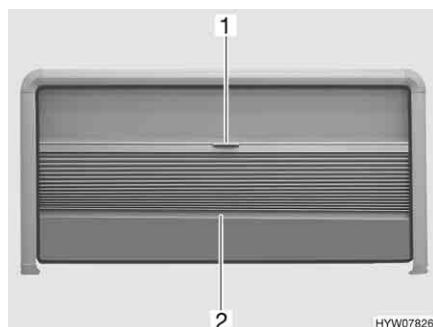

Fig. 31 Finestra apribile
- Chiusura:* ■ Afferrare la tendina oscurante pieghevole al centro dell'asta di chiusura (Fig. 31,2) e tirare delicatamente verso il basso.
- Apertura:* ■ Tenere la parte centrale dell'asta di chiusura (Fig. 31,2) della tendina oscurante pieghevole e spingere quest'ultima verso l'alto con cautela.
- Chiusura:* ■ Tirare la zanzariera a rullo verso il basso utilizzando la maniglia (Fig. 31,1).
- Apertura:* ■ Spingere la zanzariera a rullo completamente verso l'alto utilizzando la maniglia (Fig. 31,1).